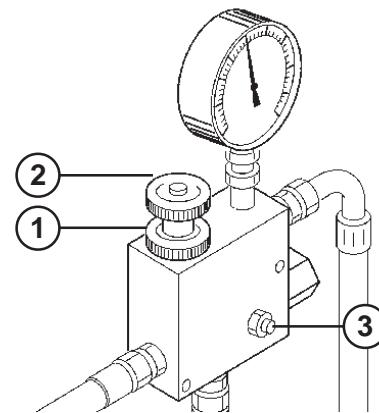

fig. 34
Daca este nevoie sa mariti numarul de rotatii a suflantei pentru distributia ingrasamentului mai greu, actionati cu atentie si prudenta in felul urmator (Fig. 34):
- slabiti volantul (1, Fig. 34);
- rotiti in sens orar sau antiorar volantul (2, Fig. 34) pentru a miscora sau a mari presiunea si ca urmare modificarati rotatiile suflantei.